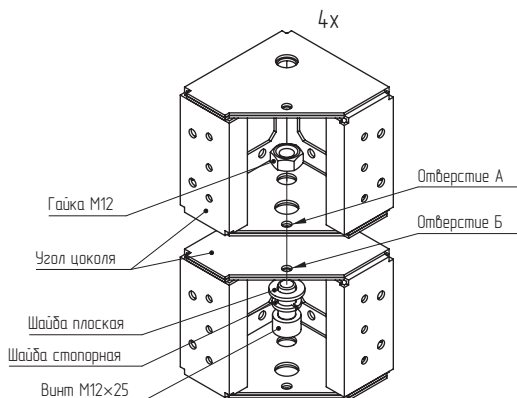

Рисунок 7
4.2.1 Установить два угла цоколя друг на друга, обеспечив соосность отверстий А и Б, и закрепить с помощью винта М12×25, плоской и стопорной шайб, а также гайки М12 (Рисунок 7). Момент затяжки – 49 Н·м. Гайка в комплект поставки не входит и приобретается отдельно.